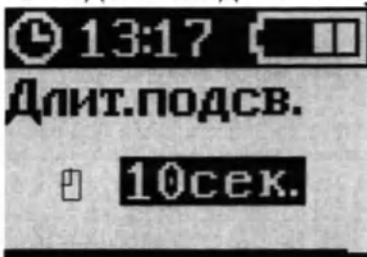

Рисунок 148 – Экран «ДЛИТ.ПОДСВ.»
6. Кнопками «ВВЕРХ» и (или) «ВНИЗ» выбрать необходимый параметр. Допустим, увеличим длительность подсветки до 10 секунд (рисунок 148).